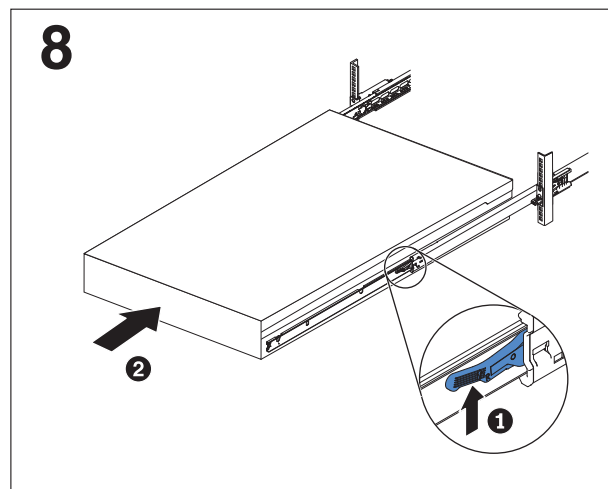

Figura 50. Levantando as alavancas de travamento do SAN Volume Controller 2145-DH8 dos trilhos deslizante do rack
2. Levante as alavancas de travamento (**1** na Figura 50) nos trilhos deslizantes e empurre o servidor **2** completamente no rack até que ele encaixe.